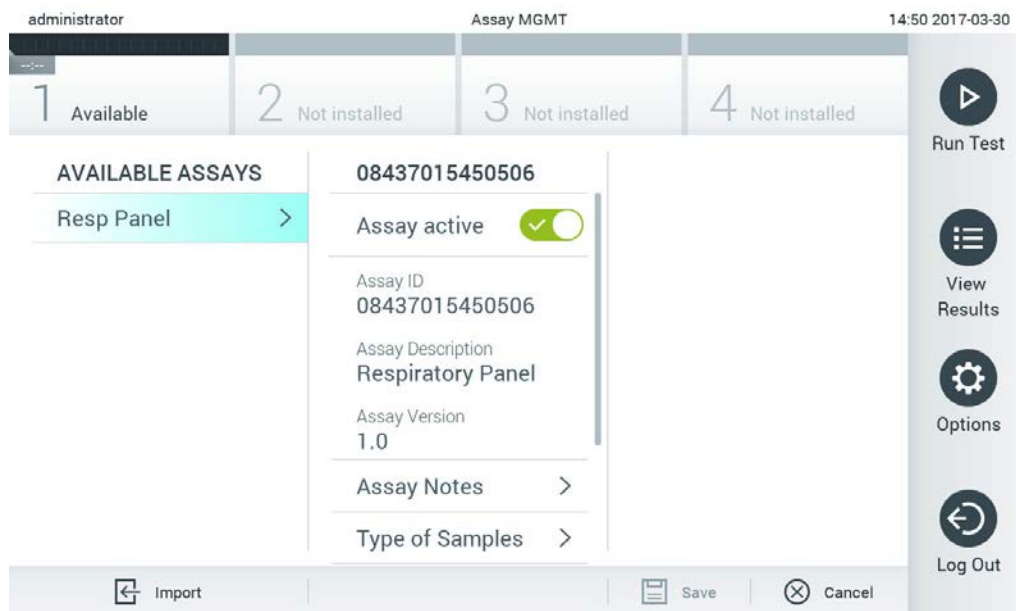

Figure 59. Gestion des dosages disponibles.
1. Appuyez sur le bouton Options (Options), puis le bouton Assay Management (Gestion des dosages) pour accéder à l'écran Assay Management (Gestion des dosages). Les dosages disponibles sont répertoriés dans la première colonne de la zone de contenu (figure 59).